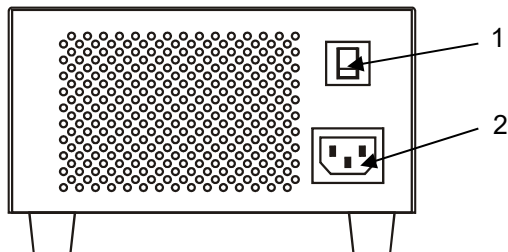

Рисунок 3 – Внешний вид, расположение органов управления и подключения на задней панели ЗУ
На задней панели ЗУ (см. рисунок 3) расположены:
**7.1.4** Подключите сетевой шнур из комплекта поставки ЗУ к соответствующему разъему на задней панели ЗУ (поз. 2, рис. 3) и к розетке сети переменного тока.